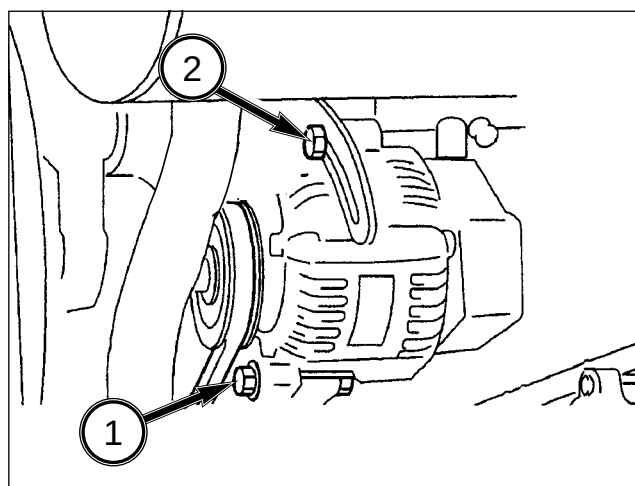

FIG. 96
FIG. 96 : Pour régler la tension de la courroie, desserrez le boulon-pivot de l'alternateur (1) et le boulon du support de tension (2). Tirez la partie supérieure de l'alternateur vers l'extérieur pour tendre correctement la courroie et serrez d'abord le boulon (2) puis le boulon-pivot (1).